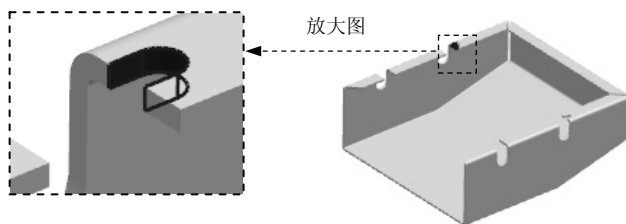

图 7.40 镜像特征 1
Step21. 创建图 7.40 所示的镜像特征 1。选择下拉菜单 **插入(I)** → **关联复制(A)** → **镜像特征(M)** 命令，选取法向除料特征 1 为镜像源特征，选取 ZX 基准平面为镜像平面，单击 **确定** 按钮，完成镜像特征 1 的创建。